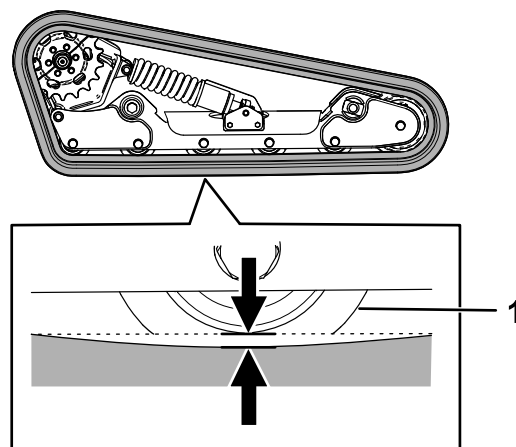

Figura 56
Sollevare/supportare 1 lato della macchina e, utilizzando il peso del cingolo, verificate che la distanza tra la parte inferiore del bordo della ruota non motrice e il cingolo sia pari a 13 mm, come illustrato nella Figura 56. In caso contrario, regolate la tensione dei cingoli eseguendo la procedura di seguito riportata.
- Utilizzando un cricchetto di trasmissione da $\frac{1}{2}$ ", ruotate la vite di tensione fino a quando la flessione del cingolo non è pari a 1,3 cm, come illustrato nella Figura 56.
- Verificate che la flessione del cingolo sia pari a 1,3 cm, come illustrato nella Figura 56. All'occorrenza regolate.
20. Utilizzando un cricchetto di trasmissione da 1/2", ruotate la vite di tensione in senso antiorario fino a quando la flessione del cingolo non è pari a 1,3 cm, come illustrato nella Figura 56.
25. Verificate che la flessione del cingolo sia pari a 1,3 cm, come illustrato nella Figura 56.